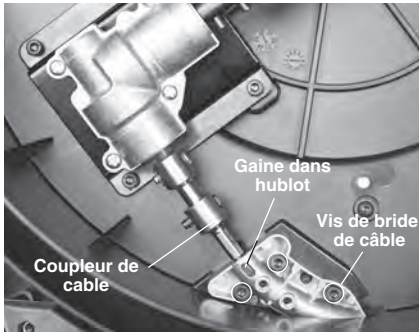

Figure 16 – Remplacement du câble
7. Inversez le processus lors du remontage, puis vérifiez le serrage de l'ensemble des fixations. Assurez-vous que la gaine est introduite jusqu'à l'extrémité de l'oculus de la bride de câble (Figure 16).